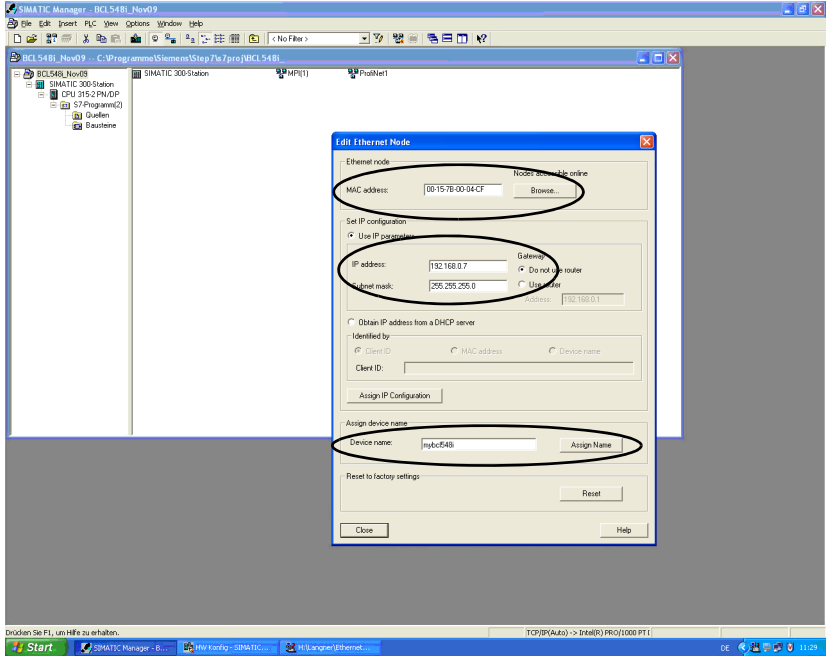

Figura 10.3: Dirección MAC- Dirección IP - Nombres únicos de los equipos
- Asignar los nombres a los dispositivos IO (figura 10.3...)